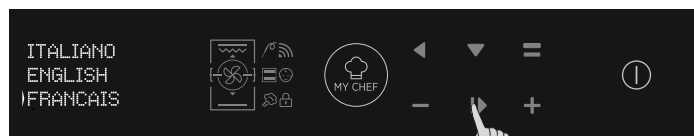

Figura 5
- Pulse OK para continuar. (Figura 5)